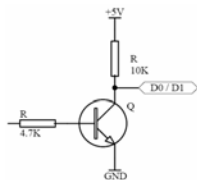

Abbildung 1
1. Wiegand Ausgang (siehe Abbildung 1)